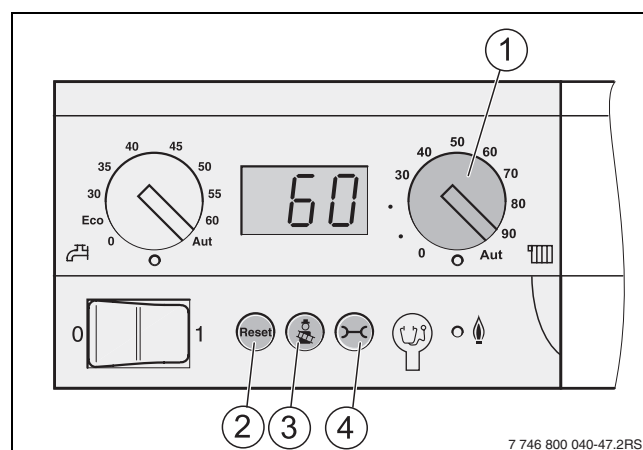

Fig. 49 Pannello di servizio del dispositivo di controllo base
- Con la manopola per la temperatura massima dell'acqua di caldaia (→ fig. 49, [1]) impostare la temperatura limite superiore dell'acqua di caldaia per l'esercizio di riscaldamento (→ tab. 10).
- Per attivare o disattivare l'esercizio produzione di acqua calda nel menu "Impostazioni", premere il tasto ⊖ (→ fig. 49, [4]) 3 volte, finché **C - I** non viene visualizzato sul display.
- Tasto ⌚ (→ fig. 49, [3]) premerlo per confermare **C - I** (esercizio per la produzione di acqua calda è acceso).
- Tasto ⊖ (→ fig. 49, [4]) premerlo nuovamente per uscire dal menu "Impostazioni".